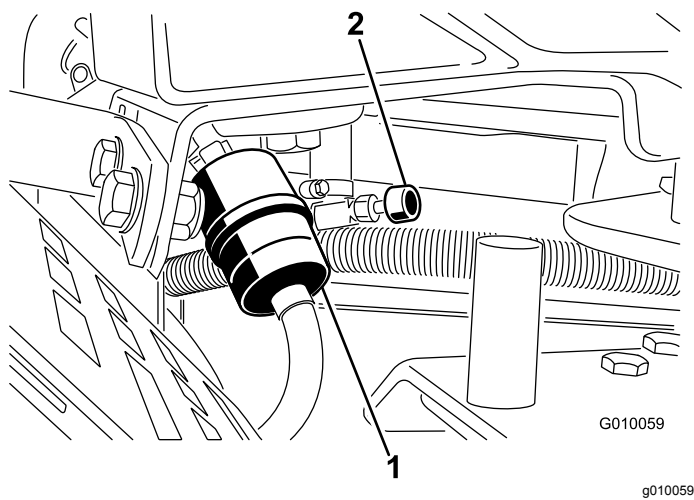

Bild 50
- Schließen Sie den Kraftstoffhahn (Bild 50).
3. Drücken Sie die Enden der Schlauchklemmen zusammen und schieben Sie sie vom Filter weg (Bild 50).
5. Setzen Sie einen neuen Filter ein und schieben Sie die Schlauchklemmen an den Filter heran (Bild 50).
7. Öffnen Sie den Kraftstoffhahn (Bild 50).
2. Schließen Sie den Kraftstoffhahn (Bild 50).
3. Lockern Sie die Schlauchklemme am Kraftstofffilter und schieben Sie sie an der Kraftstoffleitung weg vom Kraftstofffilter (Bild 50).
4. Ziehen Sie die Kraftstoffleitung vom Kraftstofffilter ab (Bild 50). Öffnen Sie den Kraftstoffhahn und lassen den Kraftstoff in einen Kanister oder eine Auffangwanne ablaufen.
5. Bringen Sie die Kraftstoffleitung am -filter an. Schieben Sie die Schlauchklemme ganz an den Kraftstofffilter heran, um die Kraftstoffleitung zu befestigen (Bild 50).